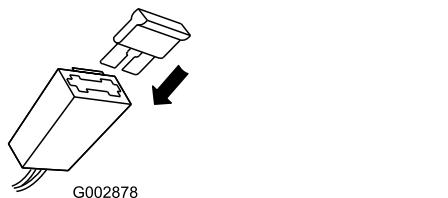

Figura 41
2. Sostituite il fusibile nel portafusibili (Figura 41).